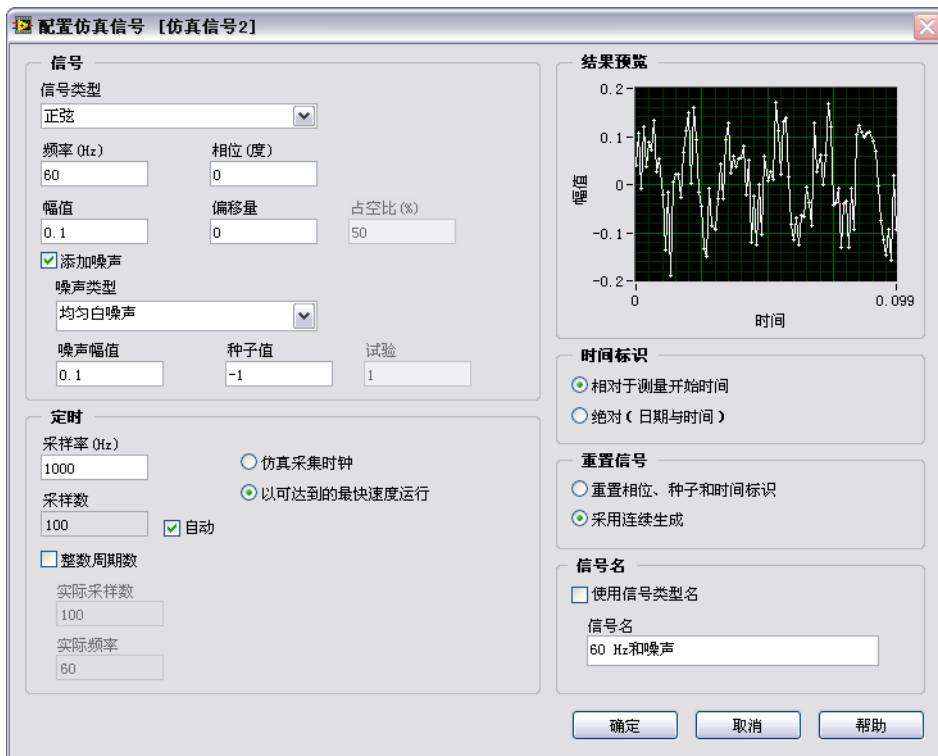

图 3-2 配置仿真信号对话框
**结果预览**区域将显示一个随机信号。**配置仿真信号**对话框应如图 3-2 所示。